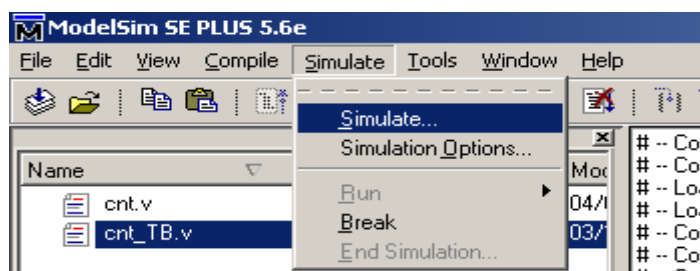
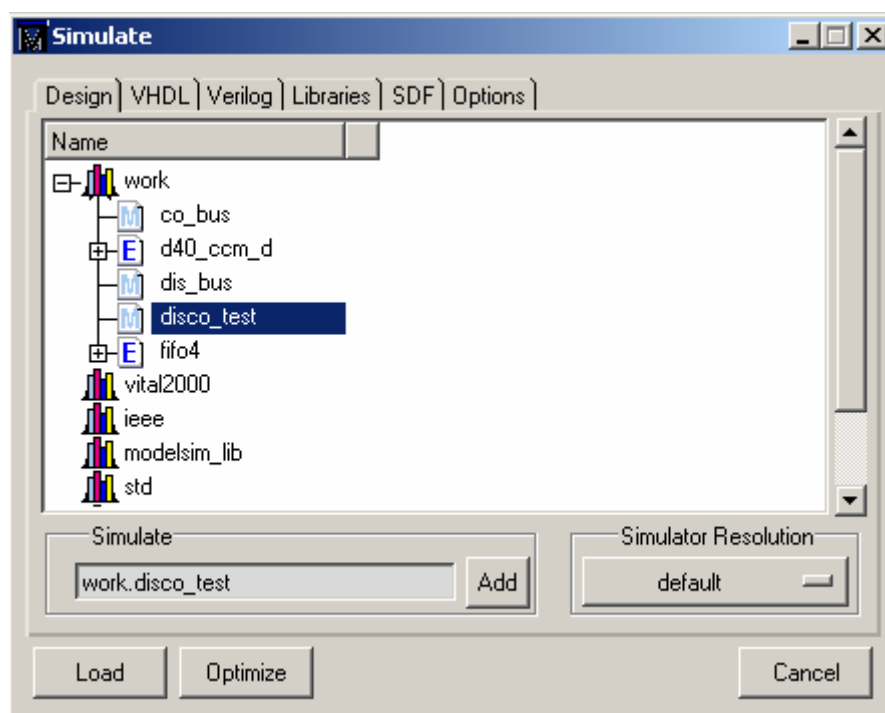

图 2.4
图 2.5
4. **装载文件：**如图 2.4，点击 Simulate⇒Simulate...后，如图 2.5 所示，选定顶层文件（激励文件），ADD 加入，然后点击 LOAD，装载。